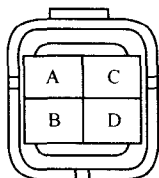

图 4-12 门锁执行器连接器（驾驶员侧）
- (1) 拆下车门装饰板。
- (2) 检查门锁执行器插头的通断状况, 如图 4-12 所示。门锁打开时, 端子 C 与 D 应导通。否则更换门锁执行器。